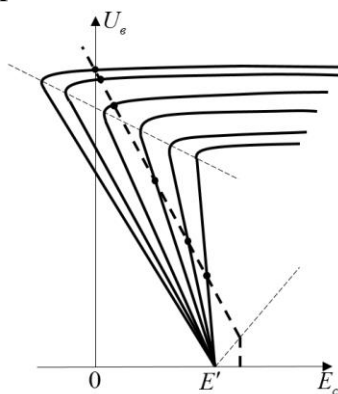
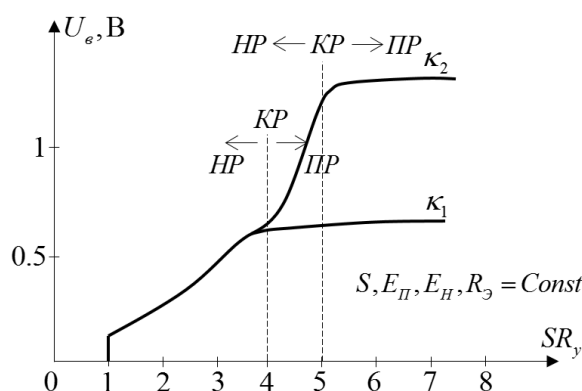

Рис.1.21
Рис.1.22
Для наглядности нагрузочную характеристику  $U_e(R_y)$  можно построить по семейству диаграмм срыва (рис.1.21), определяя точки пересечения с диаграммой смещения. Зависимость  $U_e(R_y)$  дана на рис.1.22.
**1.65.** В АГ по схеме рис.1.6 меняется индуктивность  $L_1$  так, что  $L_1 + L_2, L_3, Q, C_3, E_{П1}, E_{н1}, R_э, S = \text{const}$  (рис.1.9,а),  $S = 0.05 \text{ А/В}$ . Применяя зависимость рис.1.22, построить  $U_{к1}, U_{к2}(L_1)$ , если АГ работает в НР.
**1.67.** В АГ по схеме рис.1.6 меняется индуктивность  $L_2$  так, что  $L_1 + L_2, L_3, Q, C_3, E_{П1}, E_{н1}, R_э, S = \text{const}$  (рис.1.9б);  $S = 0.05 \text{ А/В}$ . Применяя зависимость  $U_{к1}(SR_y)$  на рис.1.22 в НР, построить  $U_{к1}(L_2)$ .
**1.68.** В АГ по схеме рис.1.7 индуктивность  $L_3$  меняется от 0.4 до 5 мкГн при  $C_1, C_2, C_3, S, Q, E_{П1}, E_{н1}, R_э = \text{const}$ . Колебания возбуждаются при  $L_3 = 0.8 \text{ мкГн}$ ;  $f = 12 \text{ МГц}$ . Применяя зависимости рис.1.10 и рис.1.22, построить  $U_{к1}(L_3)$  для  $k_1$  и  $k_2$ .
$C_1 = 0.1$  нФ;  $f = 35$  МГц. Применяя зависимости рис.1.11 и рис.1.22, построить в НР  $U_\kappa(C_1)$ .
**1.71.** В АГ по схеме рис.1.7 меняется емкость  $C_3$  от 0.1 до 3 нФ при  $C_1, C_2, L_3, S, Q, E_H, E_H, R_3 = const$ . Колебания возбуждаются при  $C_3 = 0.25$  нФ;  $f = 25$  МГц. Применяя графики рис.1.12 и рис.1.22, построить зависимость  $U_\kappa(C_3)$  для двух значений  $k$ . Как пойдет зависимость  $I_{\kappa 1}(C_3)$ ?